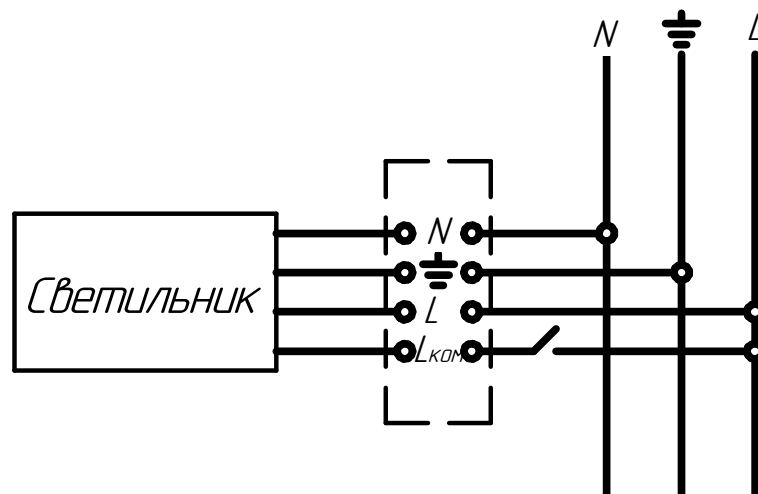

Рисунок 3. Схема подключения светильника к сети.
6.4 Подключение светильника с аварийным блоком питания производить согласно схеме (рисунок 3). Подключите фазовый провод некоммутированной сети освещения (т.е. между фидером и светильником не должно быть никаких выключателей, кроме автоматов защиты) к клемме 2, а фазовый провод коммутированной сети к клемме 1.